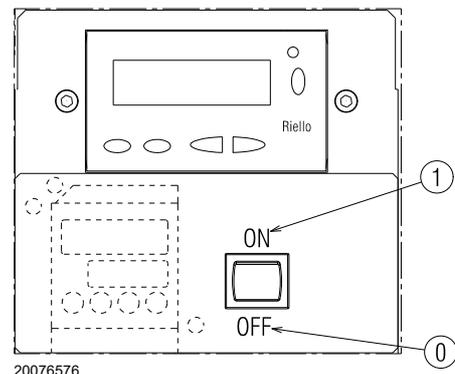

Abb. 32
Schließen Sie die Thermostate/Druckwächter und bringen Sie den Schalter auf Abb. 32 in die Position „1/ON“.
- Den Schalter der Abb. 32 auf „0/OFF“ stellen und warten bis das Steuergerät die Abschaltphase ausführt;